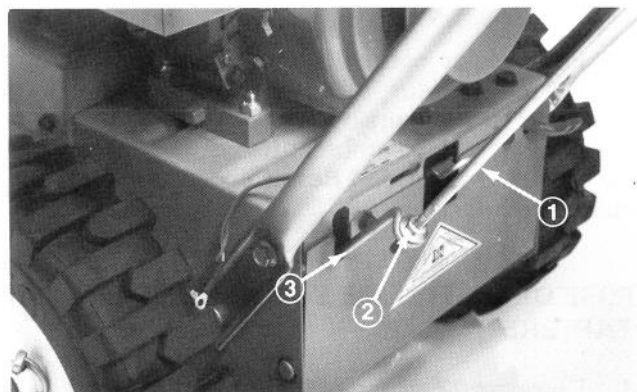

Figure 4
2. Introduisez la tige de traction dans la bride de la tige de traction inférieure (Fig. 4).